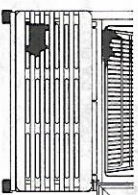

Fig. 5
- Para desmontar la rejilla frontal hale con fuerza moderada la parte superior y verifique que la rejilla libere los agarres; entonces, proceda a halarla hacia el frente. Ver Fig. 5